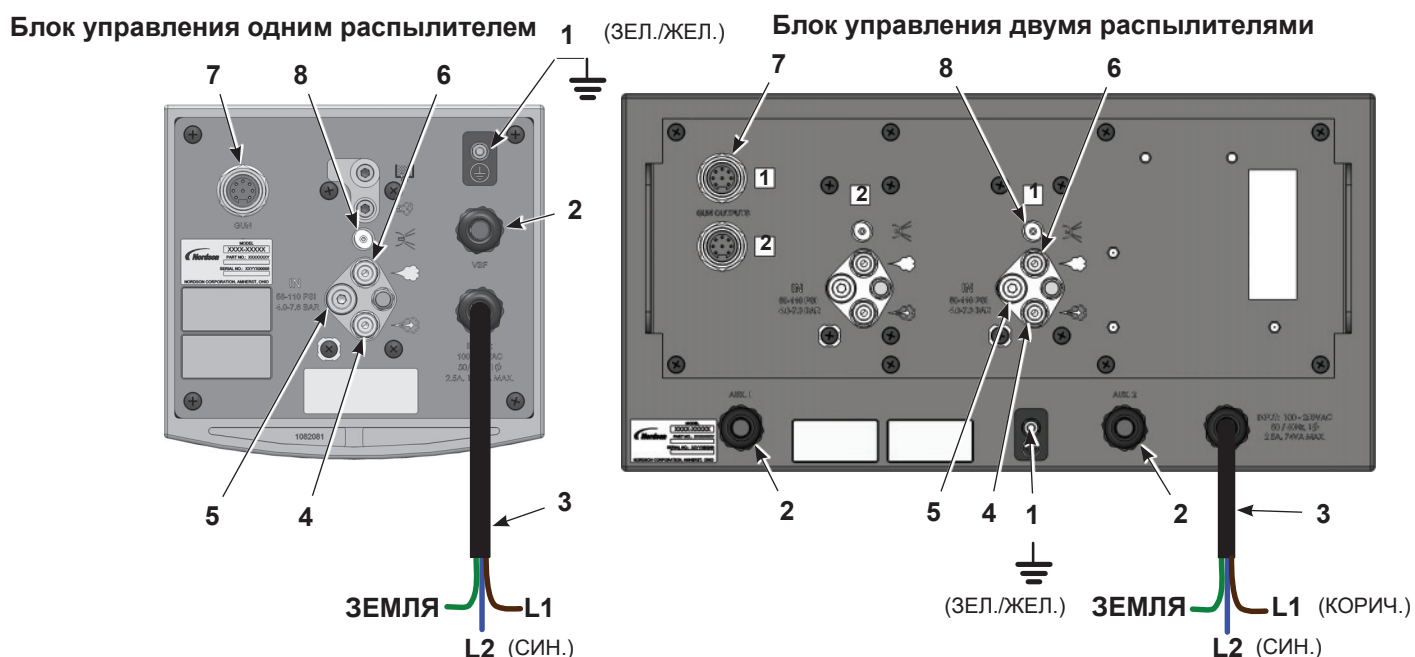
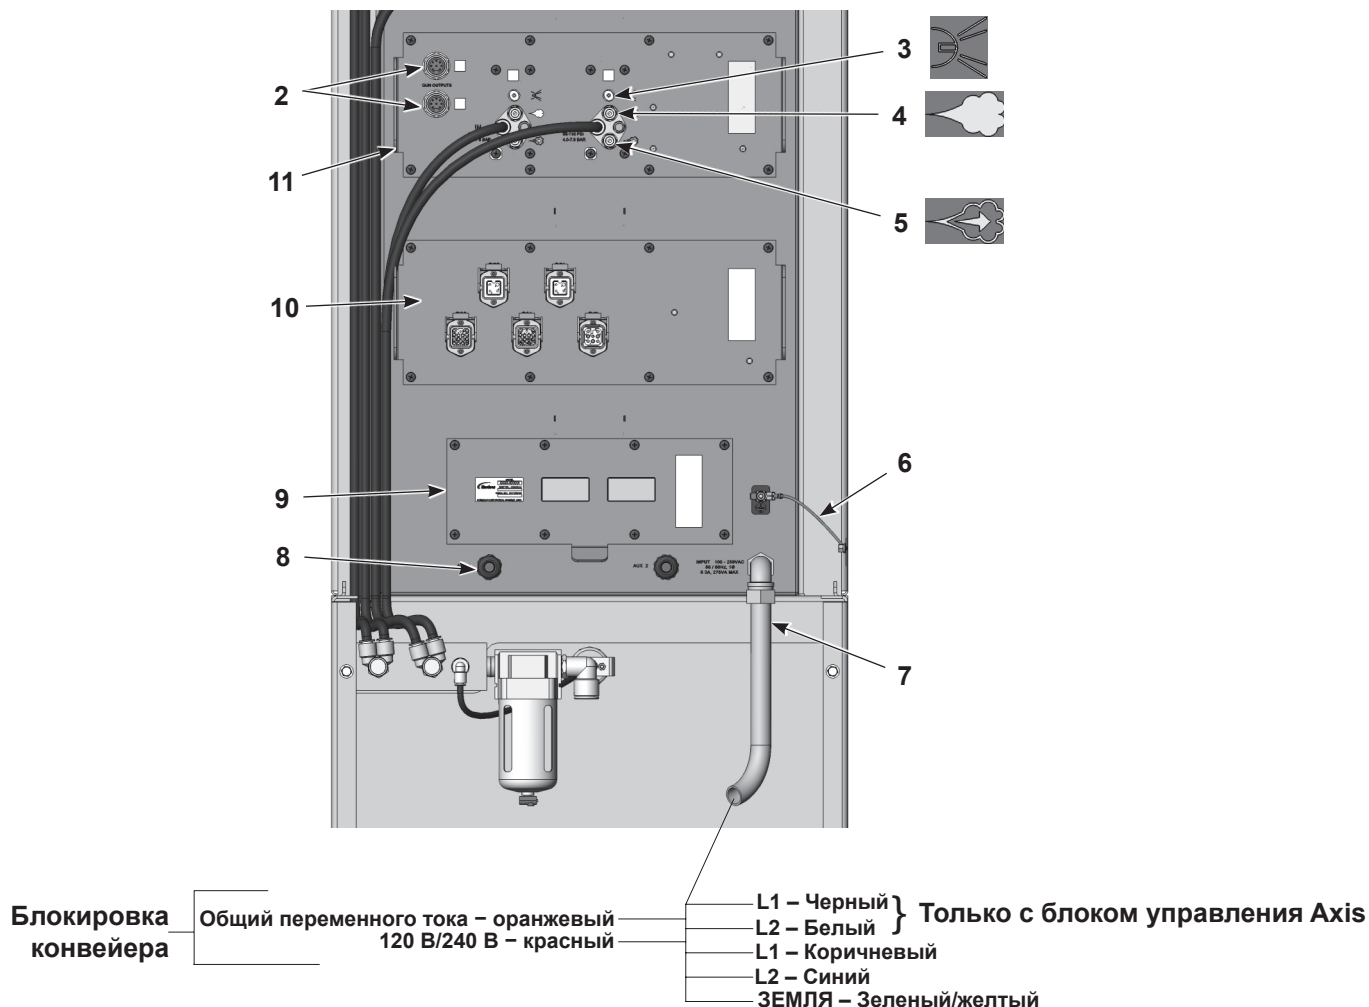

Рис. 3-4 Подключение блока автоматического управления одним/двумя распылителями
Рис. 3-6 Блок управления несколькими распылителями – соединители для питания, воздуха и распылителей (задняя крышка и задняя накладка сняты)
Смонтировать блок управления на плоской поверхности, обеспечив по периметру достаточный зазор для подключения к задней панели питания, сжатого воздуха и кабеля распылителя. См. размеры на Рис. 3-4.
Смонтировать соединения, как показано на Рис. 3-4. При подключении удаленного пускового сигнала, сигнала блокировки конвейера и удаленного сигнала блокировки распылителей см. Рис. 3-5.
Смонтировать соединения, как показано на Рис. 3-6. При подключении внешнего пускового сигнала и сигнала блокировки конвейера см. Рис. 3-5.
См. Рис. 3-4. Давление подачи сжатого воздуха на блок управления должно составлять 4,0–7,6 бар (58–110 psi).
1. См. Рис. 3-4 или Рис. 3-6. Присоединить бесцветные 4-мм пневмошланги воздушной очистки электродов к соответствующим соединителям на панелях блоков управления распылителями.
1. См. Рис. 3-4 или Рис. 3-6. Присоединить 8-мм черный пневмошланг дозировки и голубой пневмошланг распыла к соединителям блока управления распылителями.